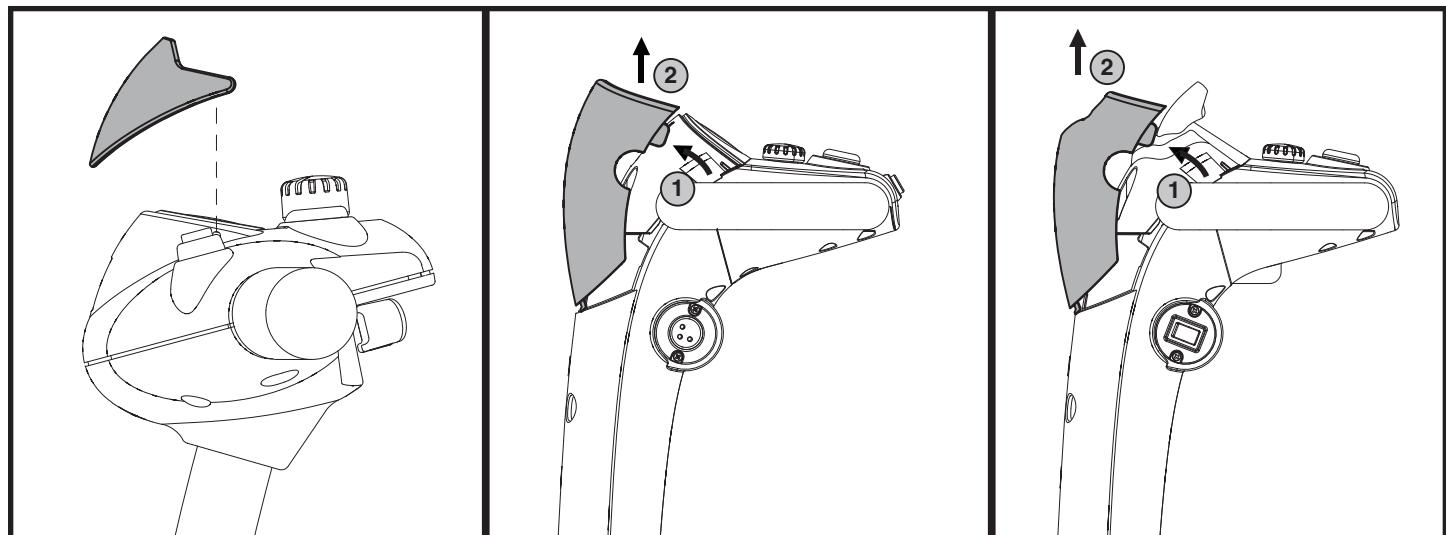

Figura 16. Parasole della consolle del manubrio
1. Staccare delicatamente la parte superiore del parasole dalla console del manubrio, poi sollevarlo lentamente e toglierlo dalla consolle. **Vedere figura 16.**